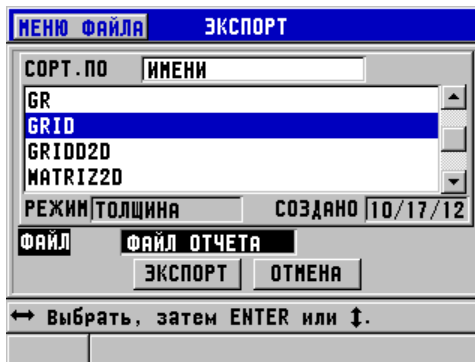

Рис. 11-2 Окно ЭКСПОРТ
4. В окне **ЭКСПОРТ** (см. Рис. 11-2 на стр. 200):